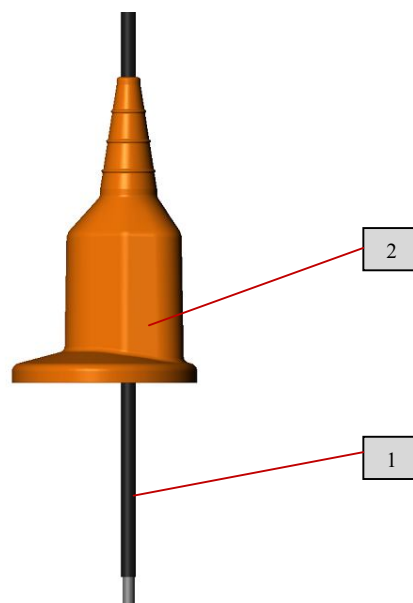

Рис.35 Установка провода в силиконовый колпачёк
3. Установить на провод колпачок из силикона (рис.35).